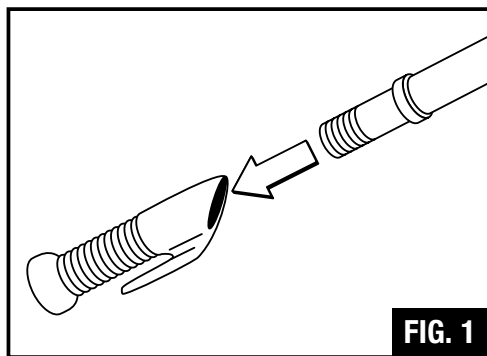
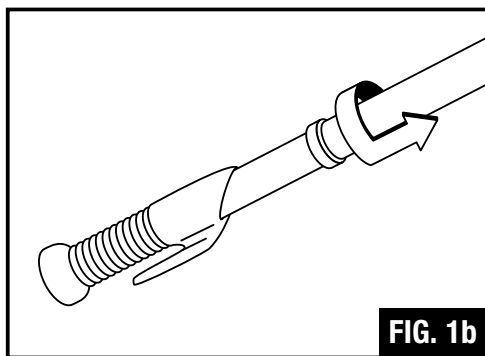

FIG. 1
FIG. 1b
1. After having taken the appliance out of its box, screw the telescopic tube onto the main part of the appliance (Fig. 1). Then turn the two ends and pull them out to the desired length. Lock in the upper part by turning clockwise (Fig. 1b).
1. Après avoir sorti l'appareil de sa boîte, visser le tube télescopique sur la partie principale de l'appareil (Fig. 1). Puis tourner les deux bouts et tirer vers l'extérieur à la longueur désirée. Verrouiller la partie supérieure en tournant dans le sens horaire (Fig. 1b).